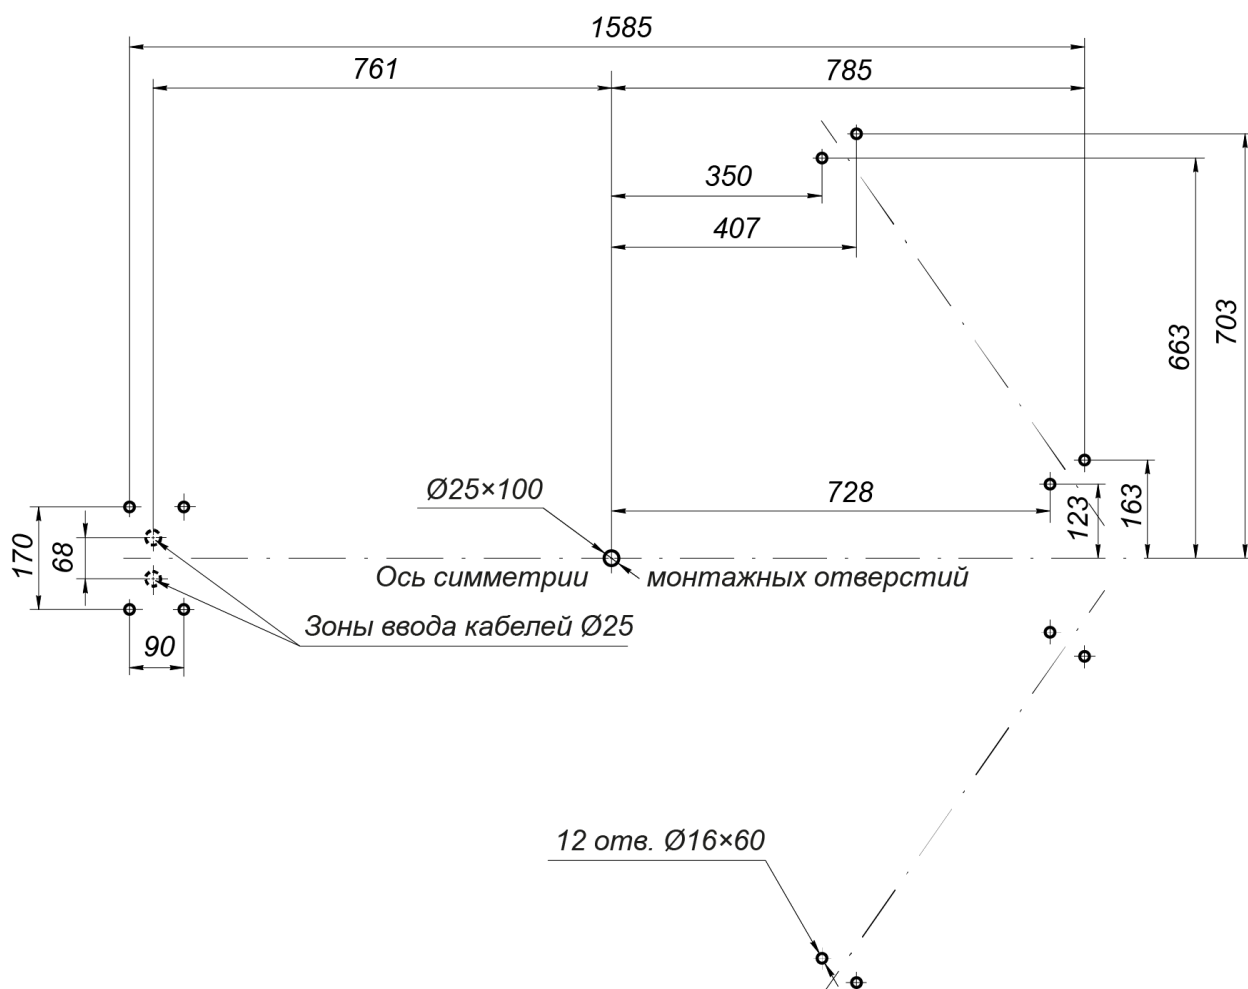
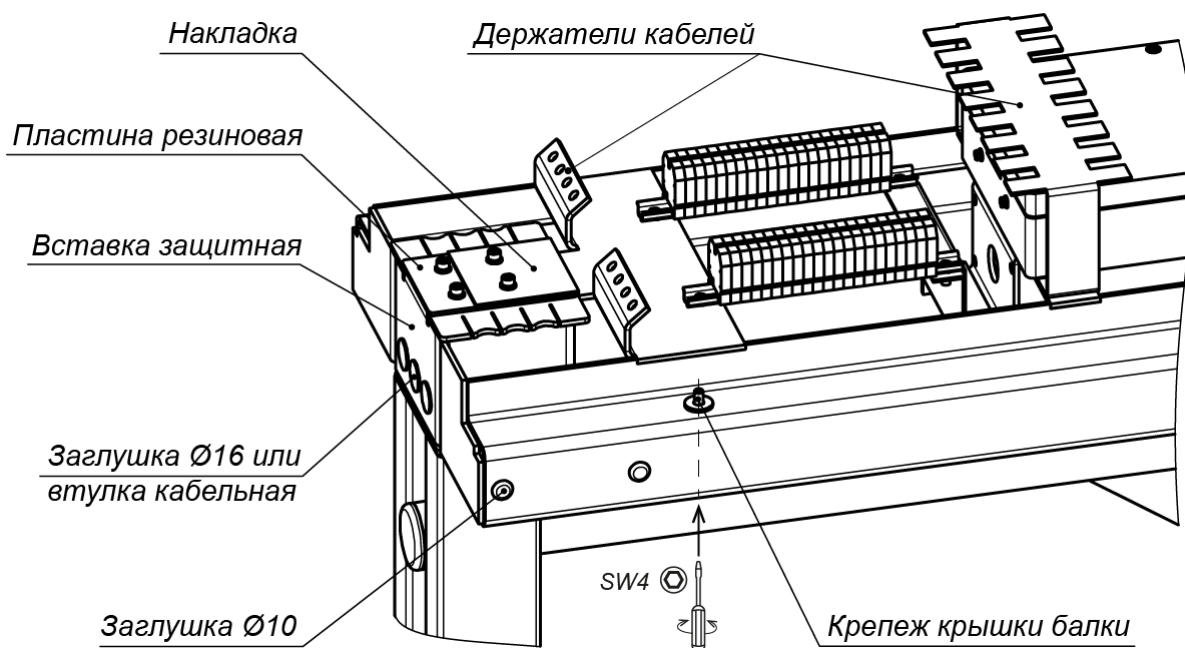
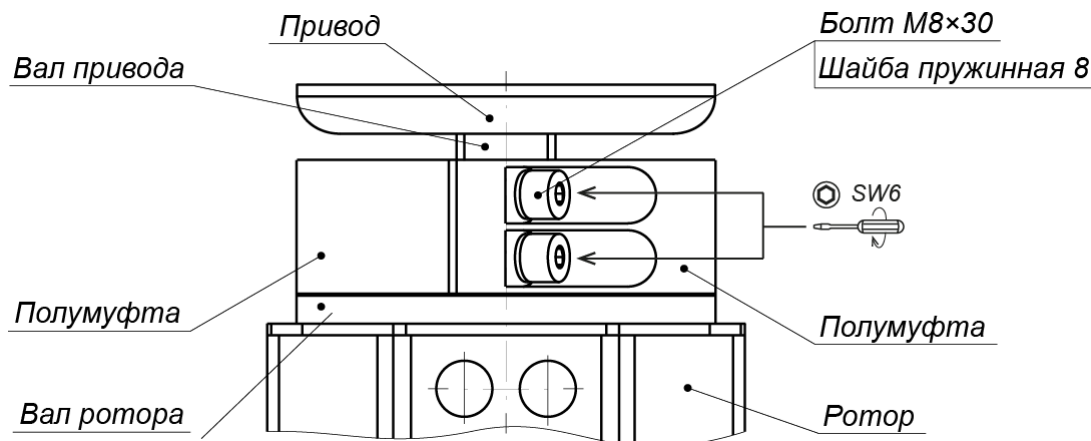

**Рисунок 11. Схема разметки для монтажа турникета1**
**Рисунок 17. Элементы балки привода**
**Рисунок 18. Муфтовое соединение (4) вала привода исполнительного механизма с валом ротора (1)**
Также на внутренней поверхности крышки имеется наклейка со схемой подключений турникета и дополнительного оборудования, аналогичная приведенной на рис. 11.
- Установите секции (6) формователя прохода на установочную поверхность, ориентируя отверстия в опорных фланцах по расположению анкеров. При этом левая и правая секции должны быть правильно выставлены и сориентированы: блоки индикации формователей должны быть развернуты от оси симметрии (см. рис. 11) и учтено расположение на секциях мест крепления опорной балки (см. рис. 12).
- Для варианта прокладки кабелей питания и управления через кабельные каналы в установочной поверхности снизу: положите стойку с преграждающими планками (5) на установочную поверхность таким образом, чтобы опорный фланец находился рядом с зоной отверстия А. Затем, используя монтажную проволоку, протяните кабели через нижнее отверстие в преграждающей стойке со стороны фланца вверх по стойке до ее верхнего отверстия. Выпуск кабелей на выходе из верхнего отверстия должен составлять 0,8 - 1,0 м. Временно зафиксируйте концы кабелей на верхней планке преграждающей стойки (к примеру, с помощью липкой ленты).
- Установите стойку с преграждающими планками на отверстия с анкерами в установочной поверхности по оси симметрии, при этом фланец должен встать на зону А, а место нижнего узла вращения (3) – на отверстие с анкером М16 (см. рис. 11).
- Закрепите балку привода на стойке с преграждающими планками (5) двумя болтами M10×25, ключ SW8 (см. рис. 17) (для более удобного доступа к отверстиям можно предварительно снять накладку, резиновую пластину и вставку защитную, открутив четыре винта M4×16, ключ SW3, см. рис. 18).
22. Произведите подключение к контактам DIN-рейки в соответствии со схемой подключения турникета и дополнительного оборудования (см. рис. 11):
- кабелей индикации (12);
- кабеля питания турникета (13);
- кабеля ПДУ (15) или устройства РУ;
- кабеля устройства *Fire Alarm* (14) (в случае отсутствия устройства *Fire Alarm* убедитесь в наличии перемычки «*Fire Alarm*»);
23. Проверьте правильность и надежность электрических соединений в соответствии со схемой подключения турникета и дополнительного оборудования (см. рис. 11).
26. Установите крышку (9) на балку привода (8):
- Вкрутите четыре невыпадающих винта М5 (ключ SW4), фиксирующие крышку балки (см. рис. 18).